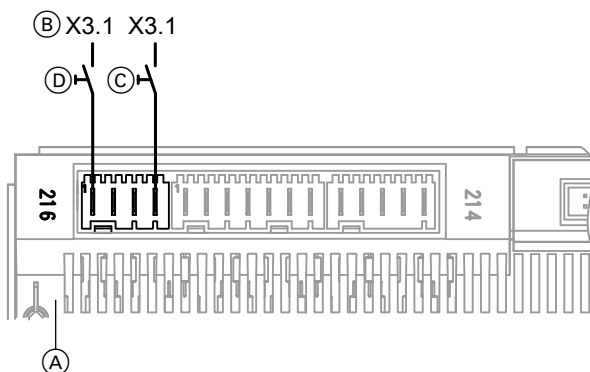

Abb. 53
- An der Wärmepumpenregelung gemäß Abb. 53